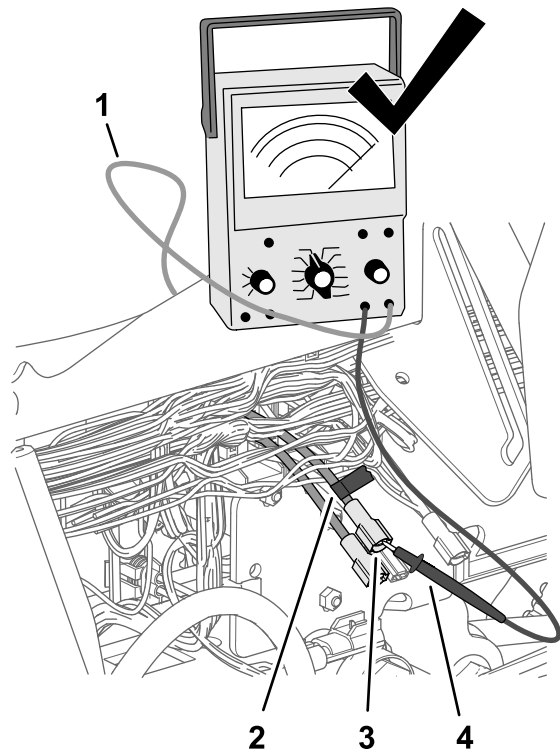

Figura 188
- Utilice un trozo de cinta para marcar el conector y el cable que identificó en el paso 3 (Figura 188).